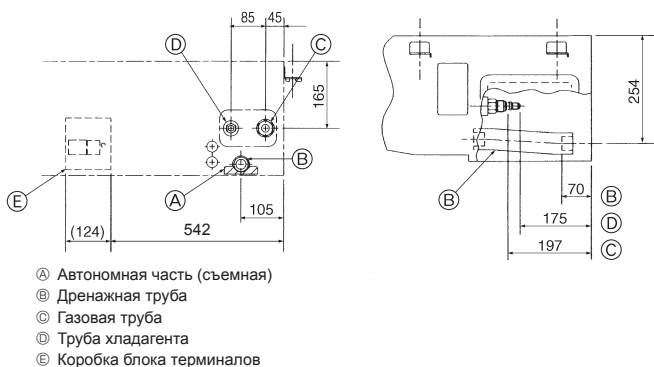

Fig. 3-2
①	Прокладка	4 шт. + 4 шт. (с изоляцией)
②	Кожух трубы	1 шт. большого размера (для газовой трубы)
③	Кожух трубы	1 шт. малого размера (для трубы хладагента)
④	Лента	4 шт.
⑤	Дренажный шланг	1 шт.
⑥	Лента	2 шт.
⑦	Кожух дренажной трубы	1 шт.
⑧	Фильтрующий элемент	12 шт.
3.2. Подготовка к установке (Fig. 3-2)